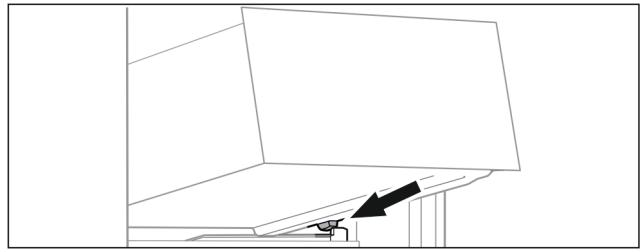

Fig. 62
- ▶ Lade schuin achter de stoppers op containerrib plaatsen. (zie Fig. 62)